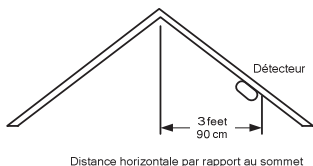

Figure 5: Emplacement recommandé pour installer le détecteur de fumée et de chaleur dans les chambres à plafond en pente, à pignon ou à crête.
- ◆ Si certaines de vos chambres ont un plafond en pente, à pignon, ou à crête, essayez de monter les détecteurs à 0,9m mesuré horizontalement du point le plus élevé du plafond comme indiqué en figure 5.